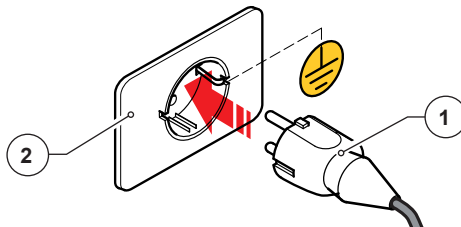

Fig. 9
- Conectar el enchufe del cable de alimentación (Fig. 9 Part. 1) a la toma de corriente prevista en el lugar de utilización (Fig. 9 Part. 2);